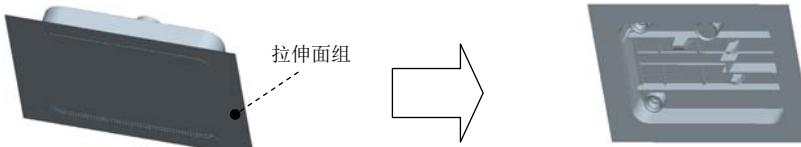

图 20.31 合并面组
- ③ 在“拉伸”操控板中单击 **确定** 按钮，完成特征的创建。
- (1) 按住 Ctrl 键，选取合并面组 10 和拉伸曲面。
- (2) 单击 **分型面** 功能选项卡 **编辑** ▾ 区域中的 **合并** 按钮，系统弹出“合并”操控板。
- (3) 在“合并”操控板中单击 按钮，使箭头指向外侧。
- (4) 在操控板中单击 **选项** 按钮，在“选项”界面中选中 相交 单选项。
- (5) 确认无误后，在“合并”操控板中单击 按钮。如图 20.31 所示。